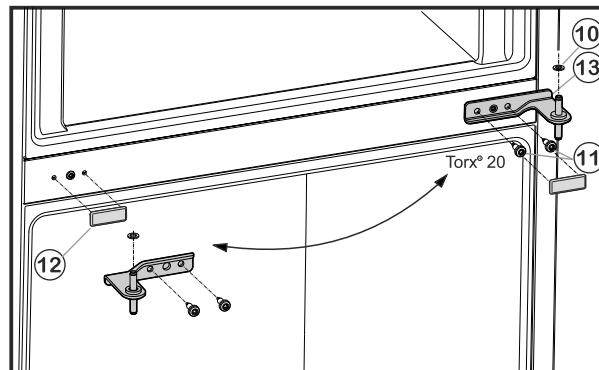

Fig. 6
- Открутите крепежные винты Fig. 6 (11) (2 шт. Torx® 20) и извлеките средний опорный кронштейн из нижней дверцы.
- Снимите пластиковую шайбу Fig. 6 (10).
- Осторожно снимите крышку Fig. 6 (12).
- Установите крышку Fig. 6 (12) на противоположной стороне.
- Вставьте средний опорный кронштейн Fig. 6 (13) с поворотом на 180° в нижнюю дверцу и прикрутите с помощью крепежных винтов Fig. 6 (11) (2 шт. Torx® 20) на новую сторону шарнира **(с моментом 4 Нм)**.
- Снова установите пластиковую шайбу Fig. 6 (10).
- Установите верхнюю дверцу на средний опорный кронштейн Fig. 6 (13).